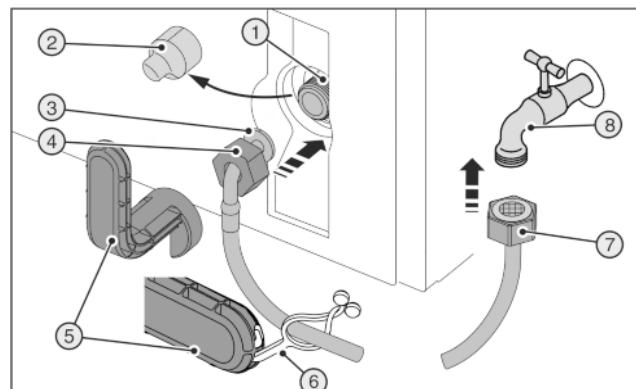
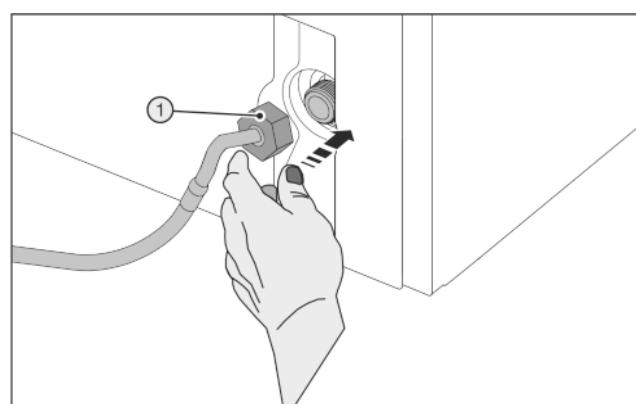

Fig. 28
Fig. 29
Zlomený pomocný nástroj Fig. 28 (5)!
- ▶ Používejte pomocné nástroje Fig. 28 (5) výhradně při pokojové teplotě.
- ▶ Stáhněte kryt Fig. 28 (2).
- ▶ Usnadněná montáž: Rovný konec hadice Fig. 28 (7) položte doleva na podlahu.
- ▶ Matici Fig. 28 (4) posuňte přes zahnutý konec hadice Fig. 28 (3) až na konec a držte.
- Nasadte opatrně matici Fig. 29 (1) a dvěma prsty ji rovně našroubujte na závit, až je dosaženo bezpečné usazení.
- Matici Fig. 29 (1) utahujte pomocným nástrojem Fig. 28 (5) ve směru hodinových ručiček, až je dosažen maximální utahovací moment a pomocný nástroj Fig. 28 (5) se přetáčí.
- Našroubujte matici Fig. 28 (7) na uzavírací kohout Fig. 28 (8).
- Matici Fig. 28 (7) utahujte pomocným nástrojem Fig. 28 (5) ve směru hodinových ručiček, až je dosažen maximální utahovací moment a pomocný nástroj Fig. 28 (5) se přetáčí.
- Otevřete uzavírací kohout Fig. 28 (8) na přívodu vody a prověřte těsnost celého vodního systému.
- Zahákněte styčník Fig. 28 (6) do pomocného nástroje Fig. 28 (5) a upevněte k uschování na nerezové hadici.